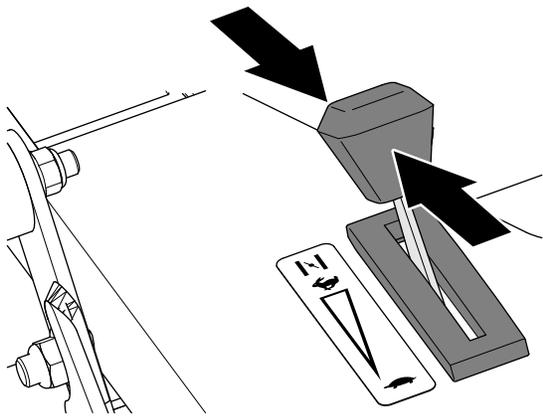

Рисунок 13
- Если двигатель прогрет, переведите орган управления дроссельной заслонкой в положение БЫСТРО (Рисунок 13).